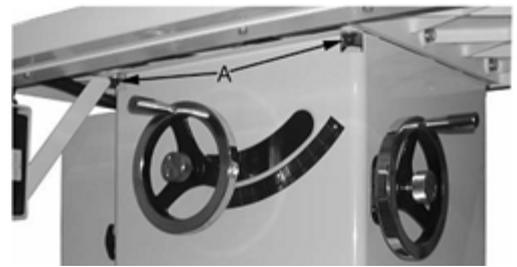

Рис. 25
5. Если они не совпадают, ослабьте четыре винта (см. рис. 25 A) шестигранныком, которые фиксируют стол к тумбе станка. Два из них показаны на рис.25.